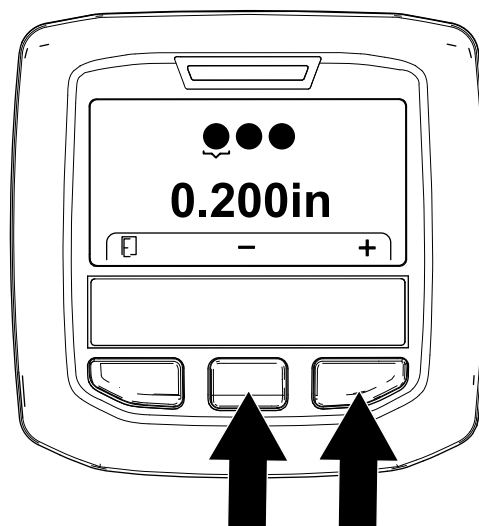

Figura 59
5. Regolate il diametro delle fustelle (Figura 59) come segue: